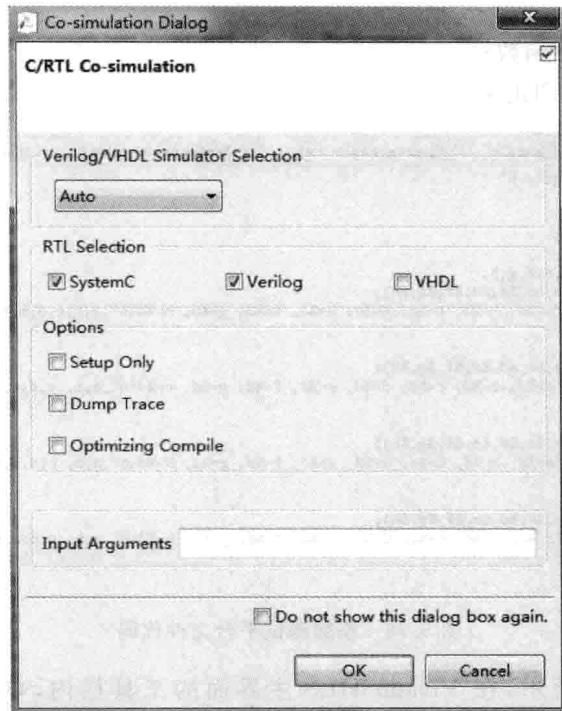

图 5.78 Co-simulation Dialog 界面
(4) 出现 Warning(警告)对话框界面。单击 OK 按钮。
(5) 出现如图 5.78 所示的界面,按下面设置参数:
- ① Verilog/VHDL Simulator Selection: Auto;
- ② RTL Selection: SystemC;
- ③ 单击 OK 按钮。
下面对图 5.78 中的选项进行说明: